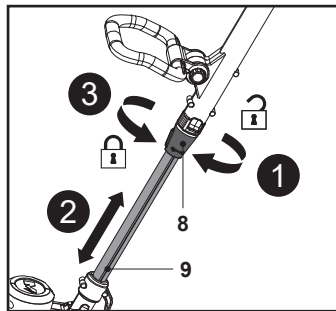

Fig. 7
1. Afloje el manguito de bloqueo (8) hacia la derecha (Fig. 7, paso 1).
2. Tire de la parte inferior de la barra (9) hacia fuera o empujela para ajustar la longitud deseada (Fig. 7, paso 2).
3. Apriete el manguito de bloqueo (8) hacia la izquierda (Fig. 7, paso 3).